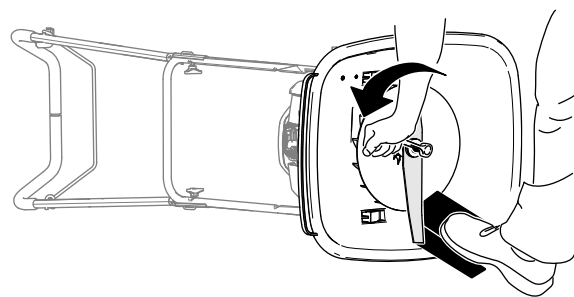

Figura 43
4. Folosiți o bucată de lemn pentru a menține lama stabilă (Figura 43).